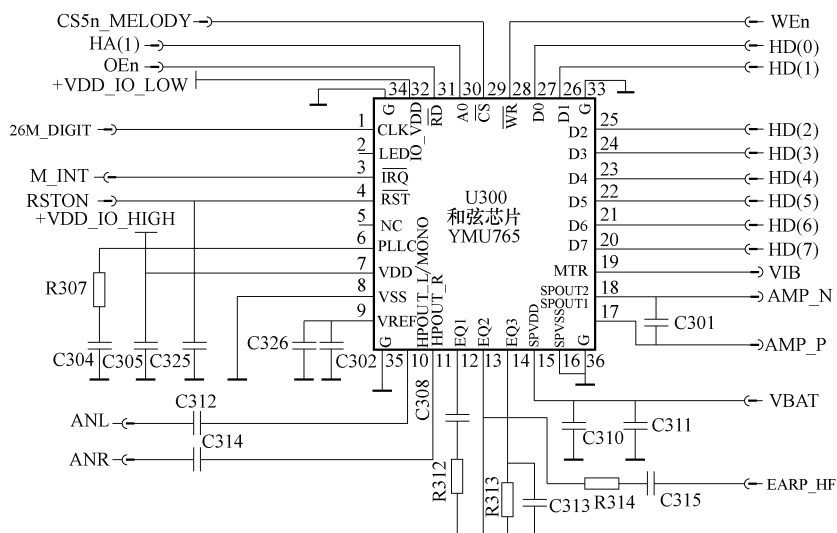

图 4-49 雅马哈 YM765 和弦芯片的电路结构
目前手机市场有多种和弦控制芯片，其中日本的雅马哈、中国台湾的华邦和旺宏使用得较多。如图 4-49 所示，为雅马哈 YMU765 和弦芯片的电路结构。
1) 英文符号的含义。下面，我们对图 4-49 中重要的英文符号的含义作一简要的了解。
时钟信号。图 4-49 中 1 脚 26M_DIGIT 就是和弦芯片工作时的参考时钟信号，在这里作为音乐信号的比较时钟。
控制信号。在图 4-49 中有 3 个控制信号，即：29 脚的 CS5n_MELODY 片选控制信号，它来自 CPU，控制和弦 IC 内部的数字音频处理，包括数字音频解调与 D/A 转换等；31 脚的 $\overline{\text{RD}}/\text{OEn}$ 读控制信号，它也是来自 CPU；28 脚的 $\overline{\text{WR}}/\text{WE}_n$ 写控制信号。这 3 个信号都是控制内部数字处理器工作的。
② 和弦铃声电路的工作原理。参见图 4-49。当和弦芯片 IC 满足了供电、时钟、复位、片选、读写等条件后，在 30 脚输入的 A0/HA 地址信号控制作用下，将 20 ~ 27 脚输入的数字音频信号进行数字音频解码、解密以及 D/A 转换后，再经过内部放大处理，然后就可以从该和弦 IC 的 10 脚、11 脚输出 ANL、ANR 和弦铃声信号，送到和弦喇叭，使之在手机来电时出现铃声。